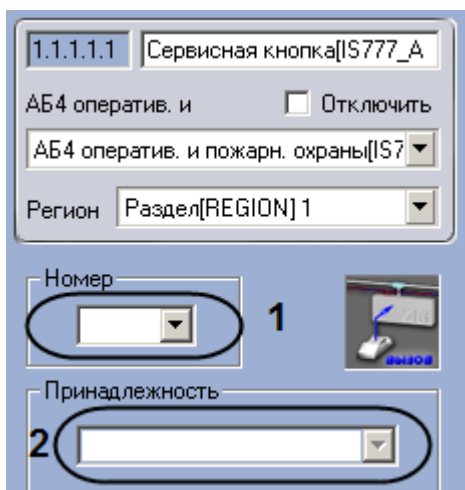

Рис. 3.7—14. Настройка сервисной кнопки
2. Из раскрывающегося списка **Номер** выбрать аппаратный адрес сервисной кнопки (см. Рис. 3.7—14, 1).
3. Из раскрывающегося списка **Принадлежность** выбрать объект **Зона** любого типа (**Зона доступа**, **Зона охраны**, **Зона охраны и доступа**, **Зона пожаротушения** или **Зона тревожных кнопок**), к которому относится данная кнопка (см. Рис. 3.7—14, 2).